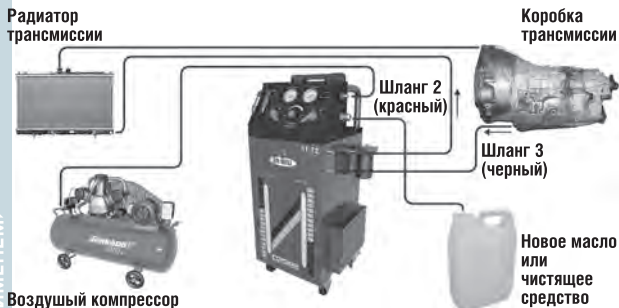

Рисунок 4 - Схема процесса цикла очистки
4. Согласно схеме на (рисунок 4) найдите входное отверстие на радиаторе трансмиссии и точку слива трансмиссионной жидкости в коробке передач.
2. Подсоедините чёрный шланг установки (обратная линия) к быстроразъемному соединению выхода жидкости на коробке передач (возможно, понадобятся переходники или соединители из прилагаемого комплекта). Другой конец черного шланга подсоедините к быстроразъемному соединению обратной линии на установке. См. рисунок 4.